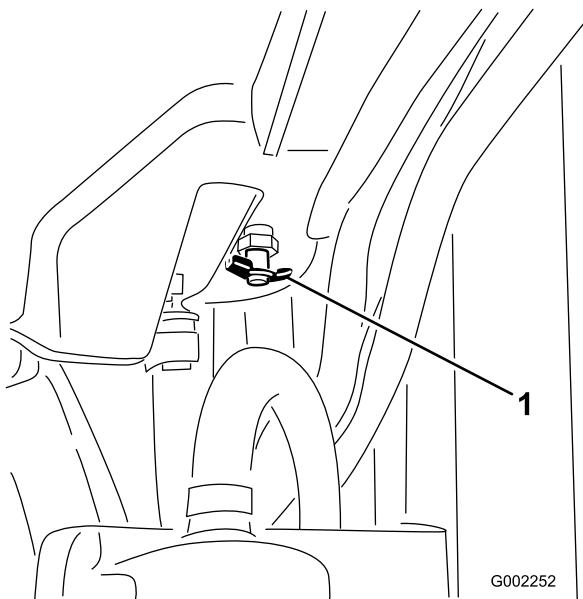

Figura 55
- Aprite il tappo di spurgo (Figura 55) e scaricate il refrigerante nella bacinella.